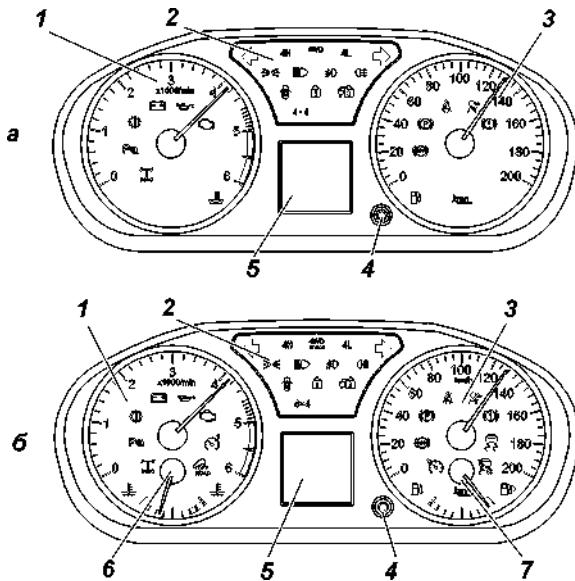
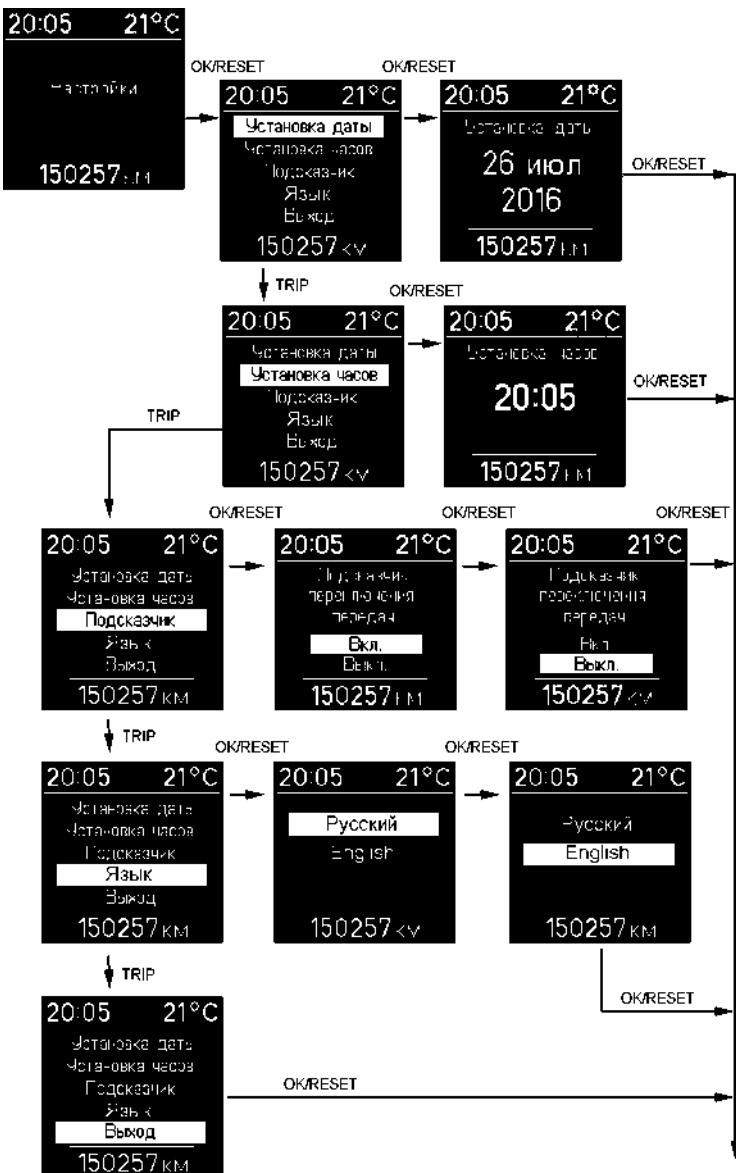

Рис. 3.5. Комбинация приборов (наименование позиций см. в тексте):
Рис. 3.9. Алгоритм установки параметров маршрутного компьютера
На рис. 3.5 изображена комбинация приборов.
-суточный пробег автомобиля. Сброс показаний счетчика суточного пробега производится продолжительным (более 2 с) нажатием на кнопку 4 (рис. 3.5) или 1 «OK/RESET» (рис. 3.9);
Вход в режим установки параметра, выбор параметра (рис.3.9):